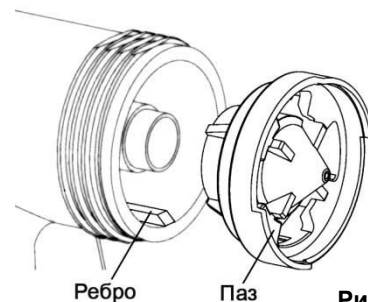

Рис. 9
- Во время установки сопла, следите, чтобы ребро и паз сопла совпали между собой (См. Рис. 9).